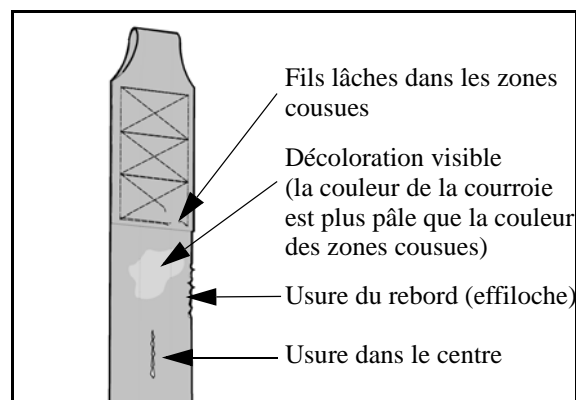

Fig. 26
- 2) Recherchez toute trace d'usure ou de détérioration (voir Fig. 26 ci-dessous).